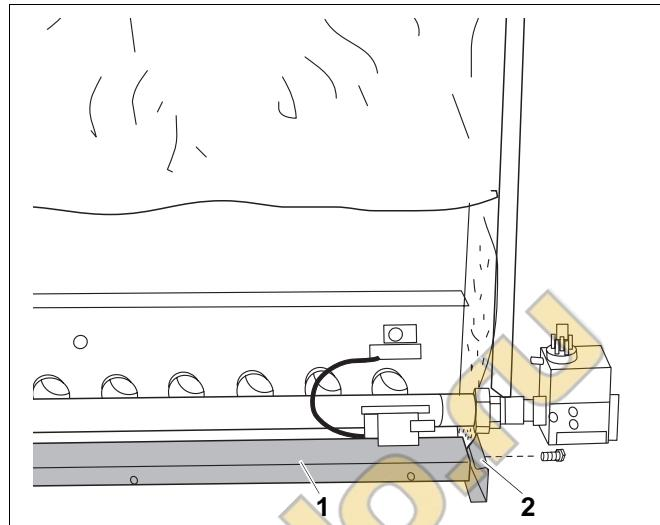
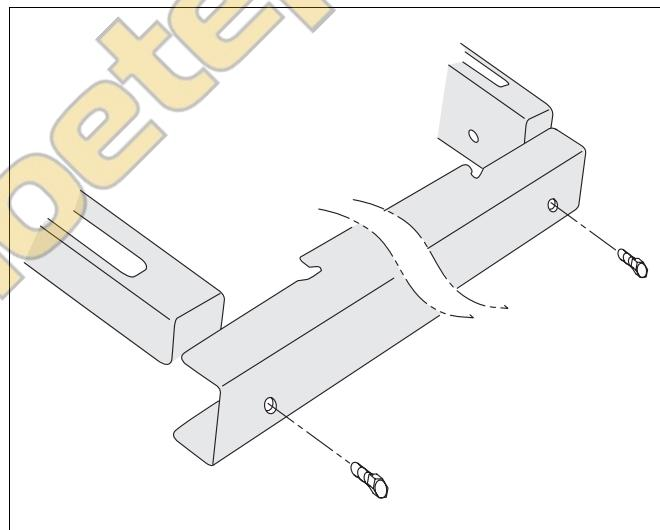

Рис. 53 Установка поперечной планки
Рис. 54 Поперечная планка
- Закрепить поперечную планку (рис. 53, **поз. 2**) винтами с плоской головкой 3,9 x 9,5 на передней и задней сторонах продольной планки (рис. 53, **поз. 1**). Сторона с вырезами к верху (рис. 54).